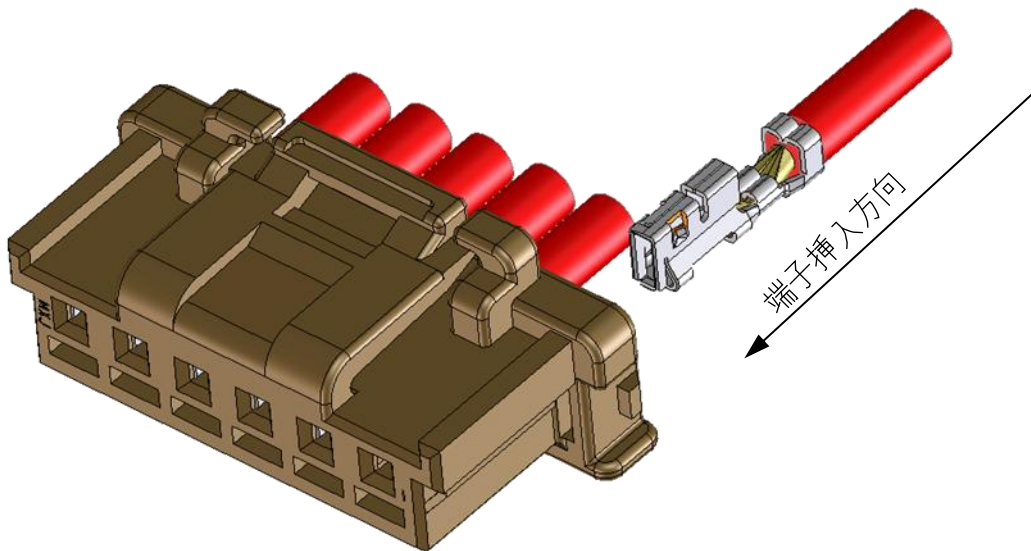

Fig. 6-1
- ② 端子ランス部が、リセプタクルハウジングの中央に向かうように持ち、端子が突き当たる位置まで（1.5~4N程度の力で）ゆっくりと真っ直ぐ装着してください。（Fig.6-1）